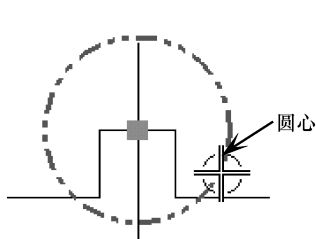

图 10-16 圆形边界
- 圆形：即局部放大视图的边界为圆形，如图 10-16 所示。